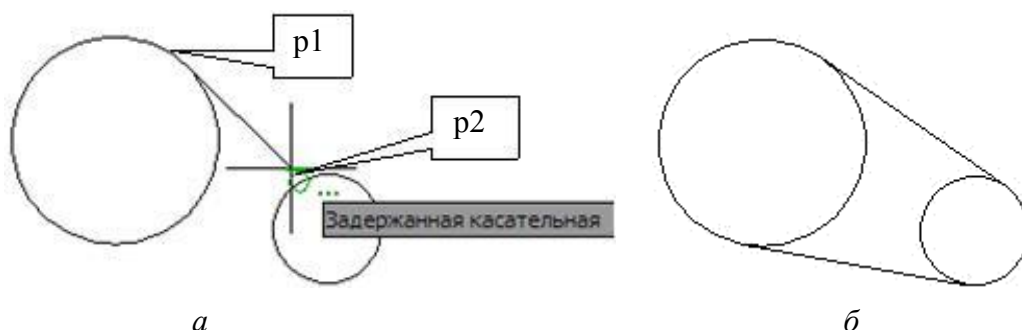

Рис. 3.1. Построение касательных к двум окружностям:
Окружности показаны на рис. 3.1, *а*.
2. Далее на первый запрос (см. п. 1.4.2) необходимо щелкнуть мышью в точке *p1* (рис. 3.1, *а*).
3. На второй запрос щелкнуть мышью в точке *p2* (рис. 3.1, *а*). Результат построения показан на рис. 3.1, *б*.